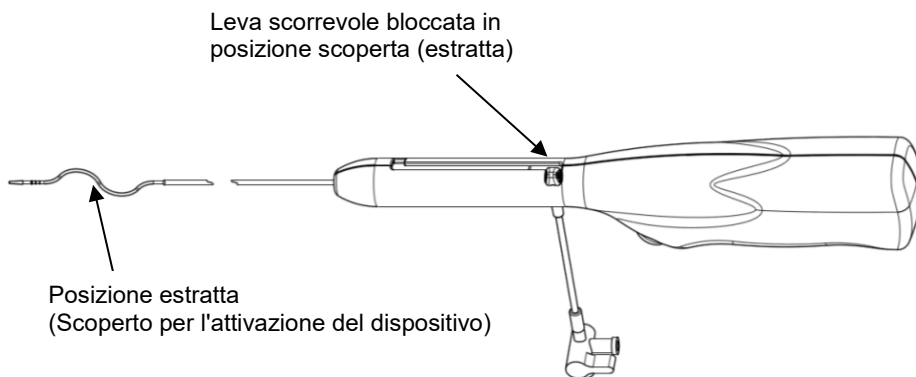

Figura 4
12. Fare avanzare la punta flessibile sino all'estensione più distale del coagulo. Scoprire il filo sinuoso sbloccando, facendo completamente rientrare e ruotando la leva scorrevole sino ad udire un "clic" (fare riferimento alla Figura 4). Verificare il posizionamento del dispositivo all'interno del sito di trattamento mediante guida fluoroscopica. Premere l'interruttore di accensione/spengimento per attivare la rotazione.
11. In un innesto, fare avanzare la punta flessibile sino all'anastomosi venosa. **Avvertenza: Non farla avanzare oltre l'anastomosi.** In una fistola, fare avanzare la punta flessibile sino all'estensione più centrale del coagulo. Scoprire il filo sinuoso sbloccando, facendo completamente rientrare e ruotando la leva scorrevole sino ad udire un "clic" (fare riferimento alla Figura 4). Verificare il posizionamento del dispositivo all'interno della fistola o dell'innesto mediante guida fluoroscopica. Premere l'interruttore di accensione/spengimento per attivare la rotazione.